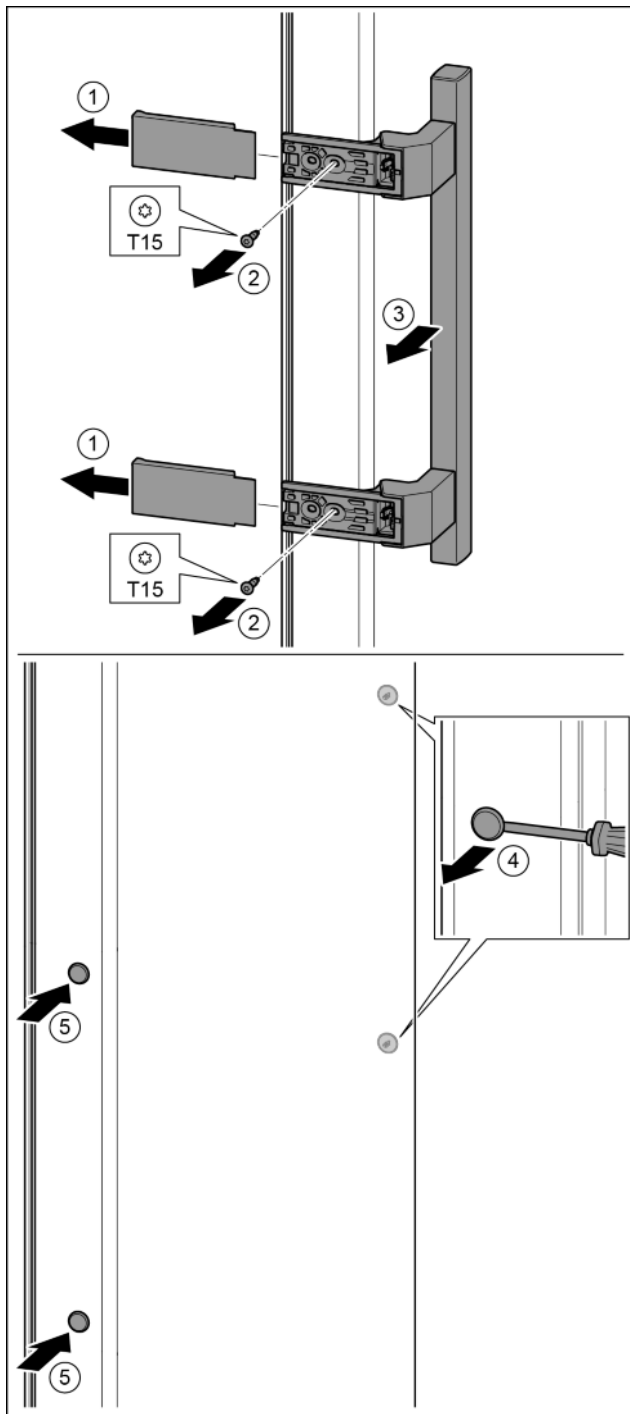

Fig. 18
- ▶ Retirer le cache. Fig. 18 (1)
- ▶ Desserrer les vis avec un tournevis T15. Fig. 18 (2)
- ▶ Déposer la poignée. Fig. 18 (3)
- ▶ Soulever délicatement le bouchon latéral avec un tournevis plat et le sortir. Fig. 18 (4)
- ▶ Remettre en place le bouchon de l'autre côté. Fig. 18 (5)